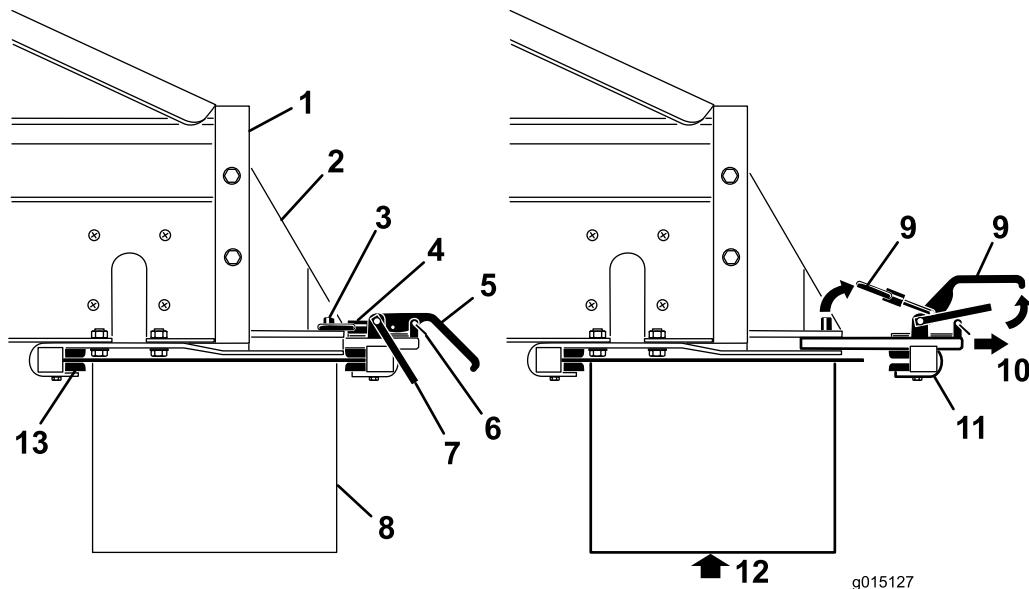

图 2
1. 卸下锁紧手柄 (图 2) 上的安全闩夹。
2. 提起安全闩然后提起附件连接锁紧手柄再从锁销中放开锁环 (图 2)。
3. 将后部的附件连接锁紧组件滑出快速连接槽(图 2)。
4. 在协助下、将位于 MH-400 后部的双甩盘的前端插入固定架前部的锁紧装置 (图 2)。
5. 在为双甩盘提供支撑的同时、将后部附件连接锁紧组件滑回支架的槽内、并位于尾端上方 (图 2)。
7. 将安全闩夹装回锁紧手柄 (图 2)。